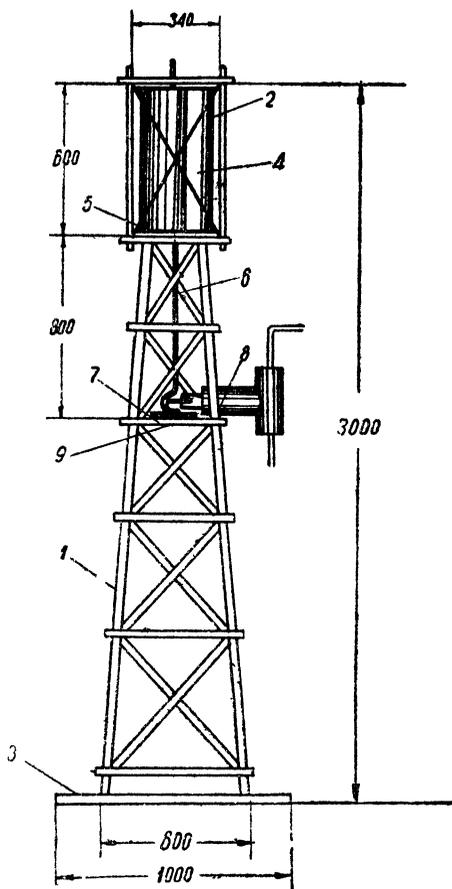

Рис. 189. Общий вид водокачки.
На рис. 189 изображен общий вид водокачки. Она состоит из башни (1), верхушка которой имеет прямоугольную форму (2). К нижней части башни прикреплены крестообразные перекладки (3). В верхней части башни установлен вингродор (4). Через шайбы (5) вингродора проходит сквозная ось (6). Верхний конец оси вингродора закреплен в подшипнике, укрепленном на верхушке башни. Нижний конец оси закреплен в подпятниковом подшипнике (7).